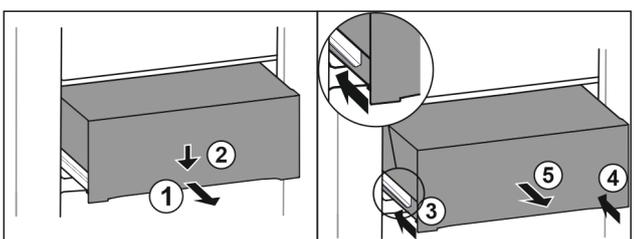

Fig. 96
- ▶ Schubfach halb herausziehen. Fig. 96 (1)
- ▶ Schubfach an der Vorderseite nach unten drücken. Fig. 96 (2)
- ▶ Linke Schiene etwa 2 cm einschieben. Fig. 96 (3)
- ▶ Rechte Schiene etwa 2 cm einschieben. Fig. 96 (4)
- ▶ Schubfach nach vorne entnehmen. Fig. 96 (5)